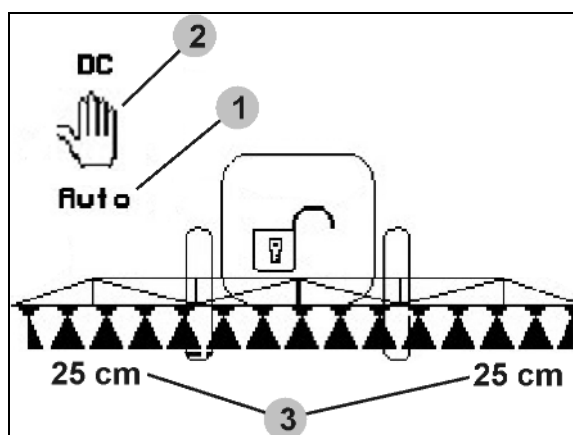

Bild 72
- När automatdriften är påslagen visas symbolen **"Auto"** (Bild 72/1) på displayen. Redskapsdatorn övertar regleringen av avståndet sprutmunstycke - gröda.
- Vid manuell drift visas symbolen  (Bild 72/2). Fjärrkontroll (DistanceControl) är fränkopplad. Du reglerar avståndet sprutmunstycke - gröda manuellt med lutnings- och höjdställningen.
aktivering: avståndet sprutmunstycke - gröda visas i arbetsmenyn (Bild 72/3).